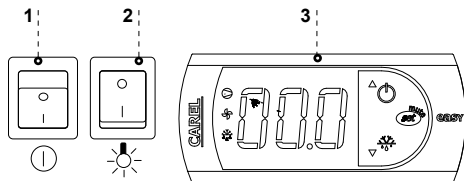

Рис.7 Пульт управления
- Включить кнопку главного выключателя Рис.7/1 (стр.35), что вызовет подключение регулятора температуры, а затем агрегата оборудования
- На пульте термостата Рис.7/3(стр.35) установить температуру (подробности обслуживания на стр.39 - 40)
- Включить кнопку освещения Рис.7/2 (стр.35)